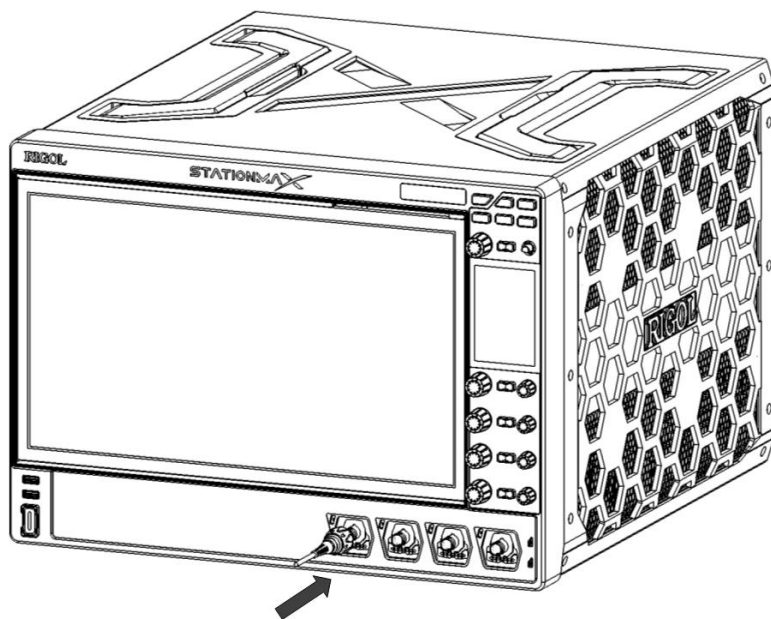

图 5.2 连接无源探头
1. 将探头的 BNC 端连接至示波器前面板的模拟通道输入端，如 图 5.2 所示。